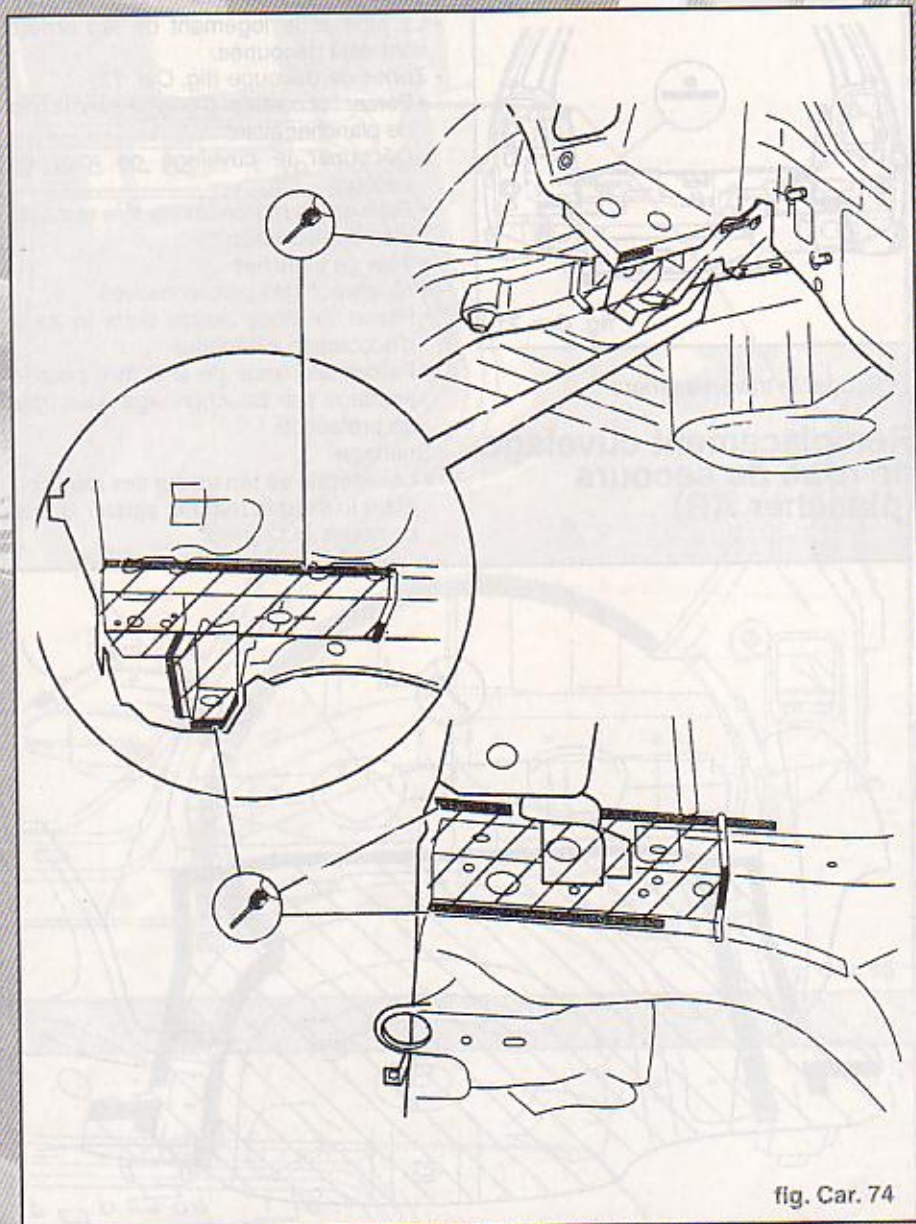

fig. Car. 74
- Zones de découpe (fig. Car. 74)